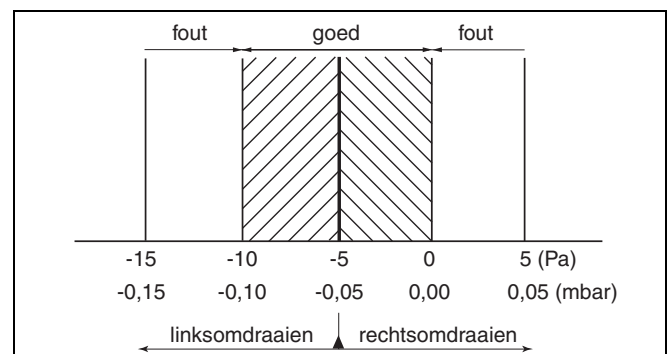
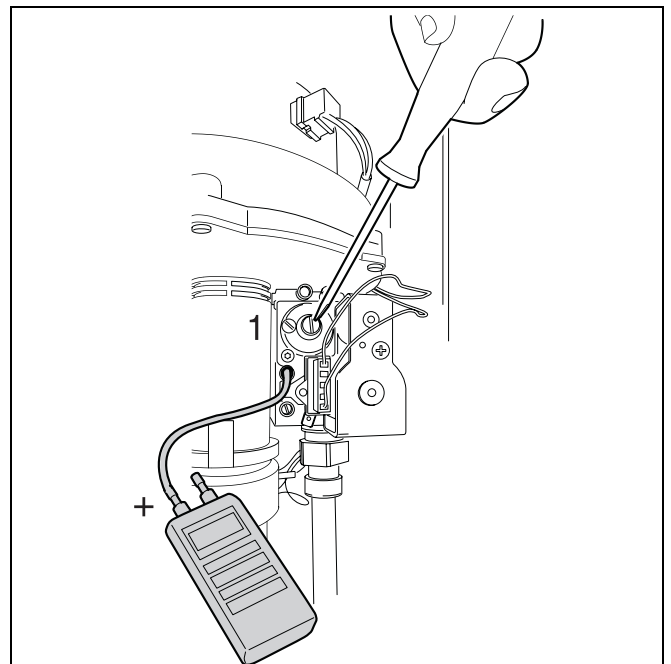

fig. 38 Drukverschil gas/lucht bij laaglast
fig. 39 Instellen gas/luchtverhouding
- Lees het drukverschil (verhouding gas/lucht) af. Het optimale drukverschil is - 5 Pa (-0,05 mbar). Het drukverschil moet liggen tussen -10 en 0 Pa (→ fig. 38). Indien dit niet het geval is, ga dan voor het afstellen als volgt te werk:
- Verwijder de afdekdop met een platte schroevendraaier (→ fig. 39, [1]).
- Stel met een inbussleutel (4 mm) de stelschroef voor de branderdruk (→ fig. 39, [1]) in op het juiste drukverschil (→ fig. 38).
- Plaats de afdekdop (→ fig. 39, [1]).